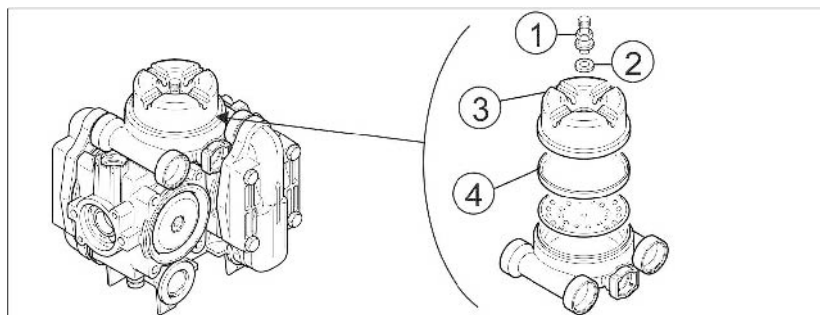

Bild 203
2. Om inte ska olja fyllas på, med stillastående pump (högst upp till markeringen, Bild 203/1).
5. Vrid drivaxeln växelvis åt höger och vänster och fyll långsamt på ny olja. Korrekt oljemängd är påfylld när oljan syns på markeringen (Bild 203/1).